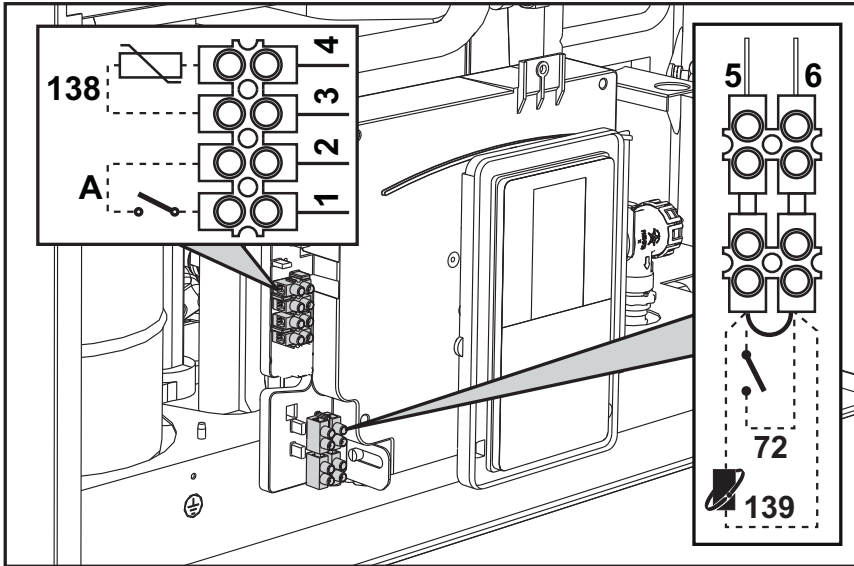

fig. 28
După ce ați scos panoul frontal (***) 'Deschiderea panoului frontal' on page 150 (***) veți putea avea acces la panourile de borne (M) și la siguranța fuzibilă (F) urmând indicațiile descrise în continuare. **Bornele indicate în fig. 28 trebuie să aibă contactele curate (nu 230 V).** Dispunerea bornelor pentru diferitele conexiuni este indicată și în diagrama electrică din fig. 51.
Configurarea întrerupătorului ON/OFF (A fig. 28)